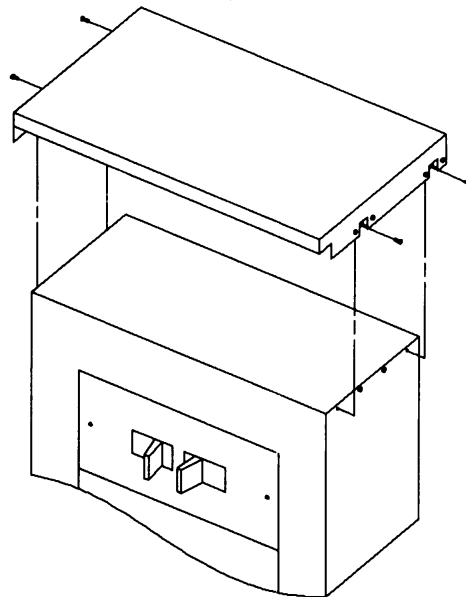

Figure 2. Fixation du couvercle anti-gouttes.
3. Fixer le couvercle anti-gouttes au boîtier, tel qu'illustré à la Figure 2, en utilisant les vis retirées à l'étape 2. Il sera peut-être nécessaire de desserrer les vis dans les soutiens de montage pour ajuster leurs positions pour qu'elles s'alignent correctement avec les trous dans le boîtier. Serrer toutes les vis.